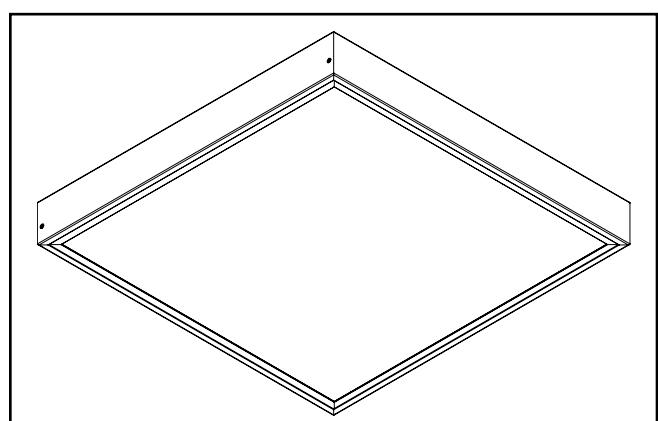

Figure 16.
- Réinstallez la pièce du cadre retirée avec les vis conservées pour terminer l'installation. (Figure 16.)